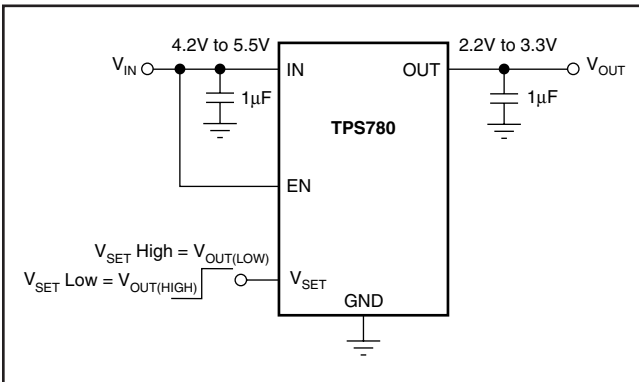
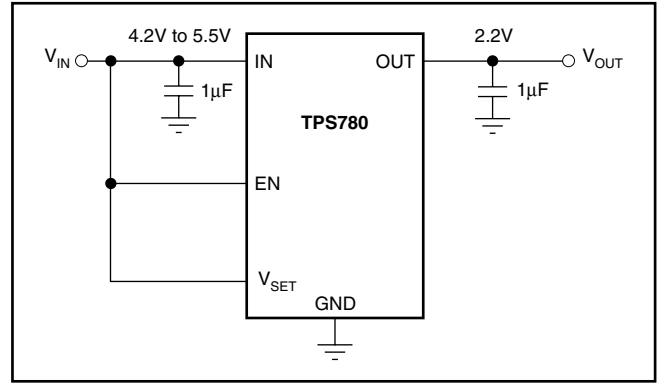

図58. Circuit Showing EN Tied High when Shutdown Capability is Not Required
図59. Circuit Tie Both EN and VSET High
イネーブル・ピン (EN) はアクティブ“H”レベルで、標準電圧及び低電圧のTTL-CMOSのレベルと互換です。シャットダウン機能が必要でない場合は、図58に示されているようにENピンをINピンに接続しなければなりません。図59では、ENとVSETの両方のピンがINピンに接続されています。TPS780シリーズは、内部にアクティブ動作の出力プルダウン回路をもっており、式(3)に示されている時間(t)で出力電圧をVOUTの5%以下に下げます。